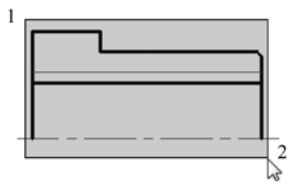
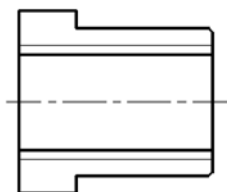

图 8-90 选择要镜像的对象
图 8-91 镜像结果
16) 镜像操作。以框选的方式从左到右指定角点 1 和角点 2 来选择完全位于选择框内的所有对象 (见图 8-90), 单击“镜像”按钮 , 接着在中心线上分别指定两点来定义镜像线, 最后得到的镜像结果如图 8-91 所示。